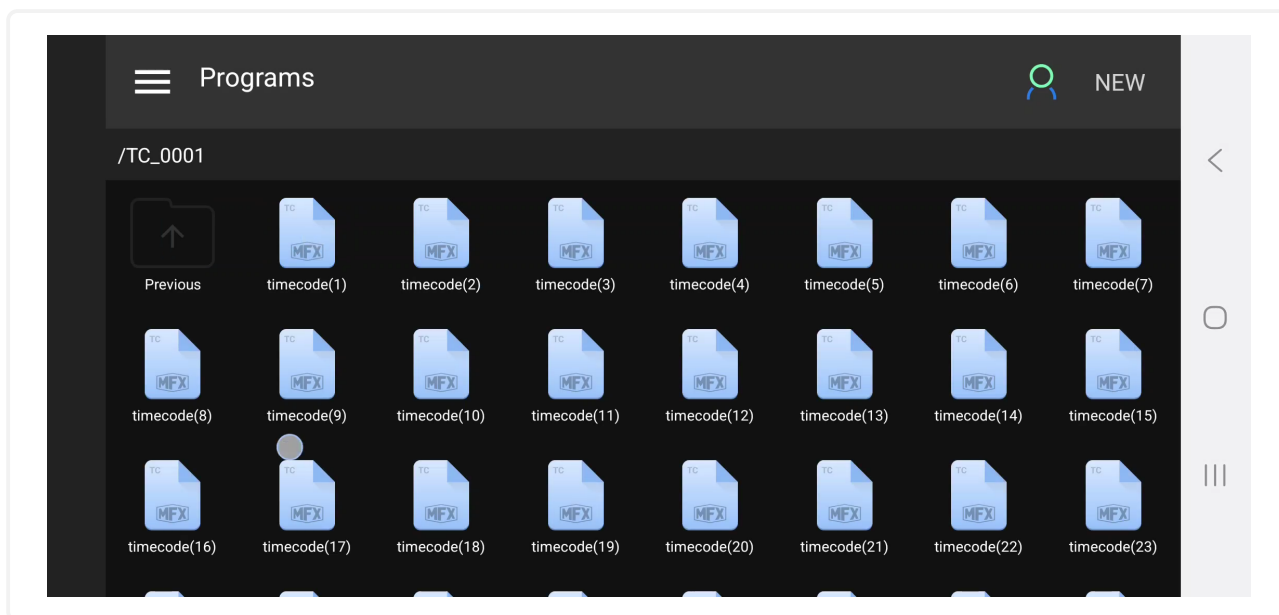

Рис. 64: Экран созданных парсером программ Time Code
10. В папке **Name Folder** будут созданы файлы с уникальными именами, сгруппированные по времени запуска оборудования. (см. рис. 64)